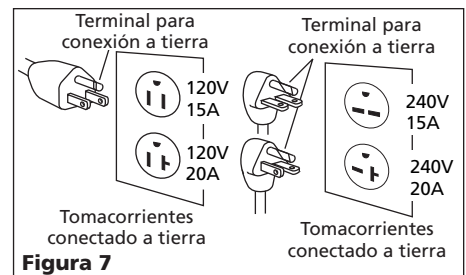

Figura 7
1. Este producto debe tener una conexión a tierra. En el caso de que ocurra un cortocircuito, la conexión a tierra reduce el riesgo de un choque eléctrico proporcionándole un cable de escape para la corriente. La unidad está equipada con un cable con una terminal para la conexión a tierra. La misma calzará en uno de los tipos de tomacorrientes mostrados en la Figura 7. Si el enchufe no calza en el tomacorriente deseado, haga que un electricista calificado reemplace el tomacorriente.
1. Si el enchufe del cordón eléctrico no le parece familiar o si no entra en el tomacorrientes, la Figura 7 le permitirá familiarizarse con éstos y con los voltajes necesarios para los mismos.